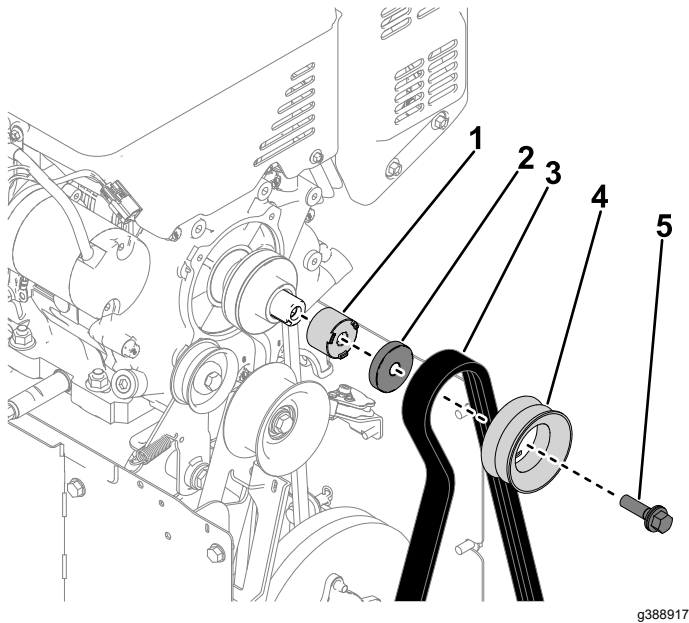

Figura 7
2. Retire el perno de la cuchilla (7/16" x 1¾") que fija la polea del impulsor al cigüeñal. Retire la polea, la correa del sinfín, la sujeción de la polea y la polea del espaciador del cigüeñal (Figura 7).